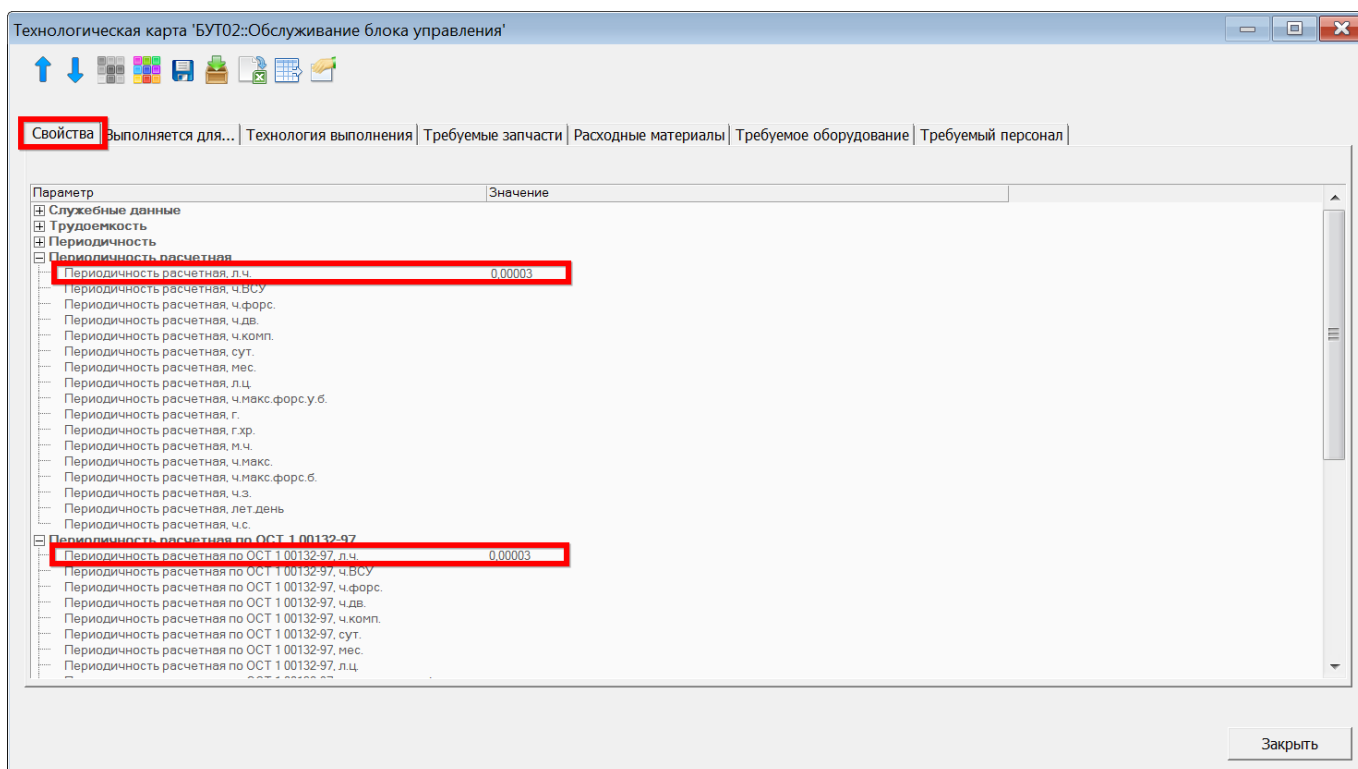

Рис. 12-109 – Окно «Технологическая карта»
- 7) Для просмотра результатов расчета открыть окно свойств ТК (рис. 12-109).